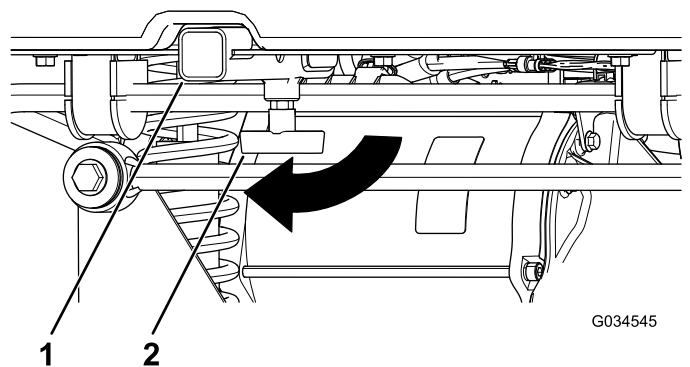

Bild 15
2. Setzen Sie das Zubehör in die Aufnahme, bis die Löcher ausgefluchtet sind (**Bild 15**).
1. Drehen Sie den T-Bügel nach rechts, um ihn zu lösen (**Bild 15**).